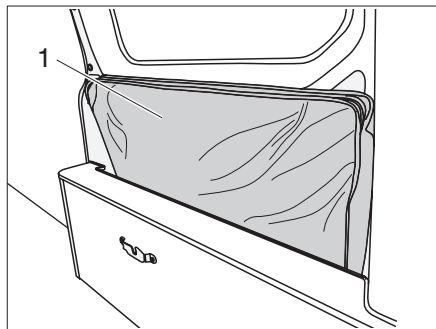

Fig. 51 Table rangée
- ▶ Ranger la table (Fig. 51,1) dans le sac de rangement.